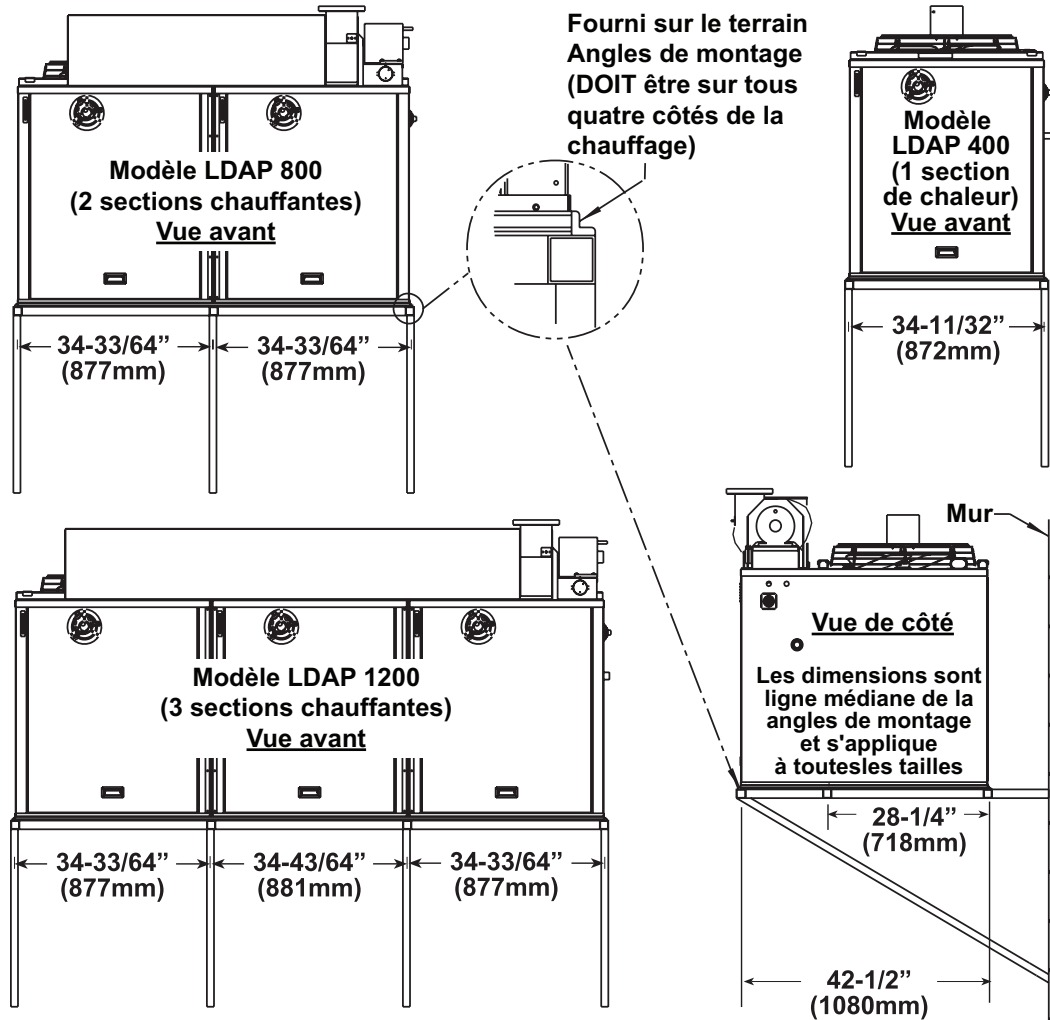

Figure 8. Mur-montage
L'appareil de chauffage peut être fixé à un mur. Placez les supports comme illustré à la Figure 8 et respectez toutes les directives suivantes :
- Les supports structurels doivent être placés tel qu'illustré à la Figure 8 pour éviter d'endommager l'appareil de chauffage.